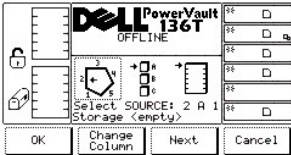

Figure 12. Status > Library > Dialogue Slot
Lorsque la touche Slot est sélectionnée, le dialogue Slot s'affiche. Reportez-vous à la Figure 12. Cette option sert à visualiser les caractéristiques physiques et statistiques de la fente active.
- 1 Si la touche de fonction **Next** est enfoncée, le paramètre de la source active passe de Slot à Column, comme le montre le dialogue Slot. Reportez-vous à la Figure 12.